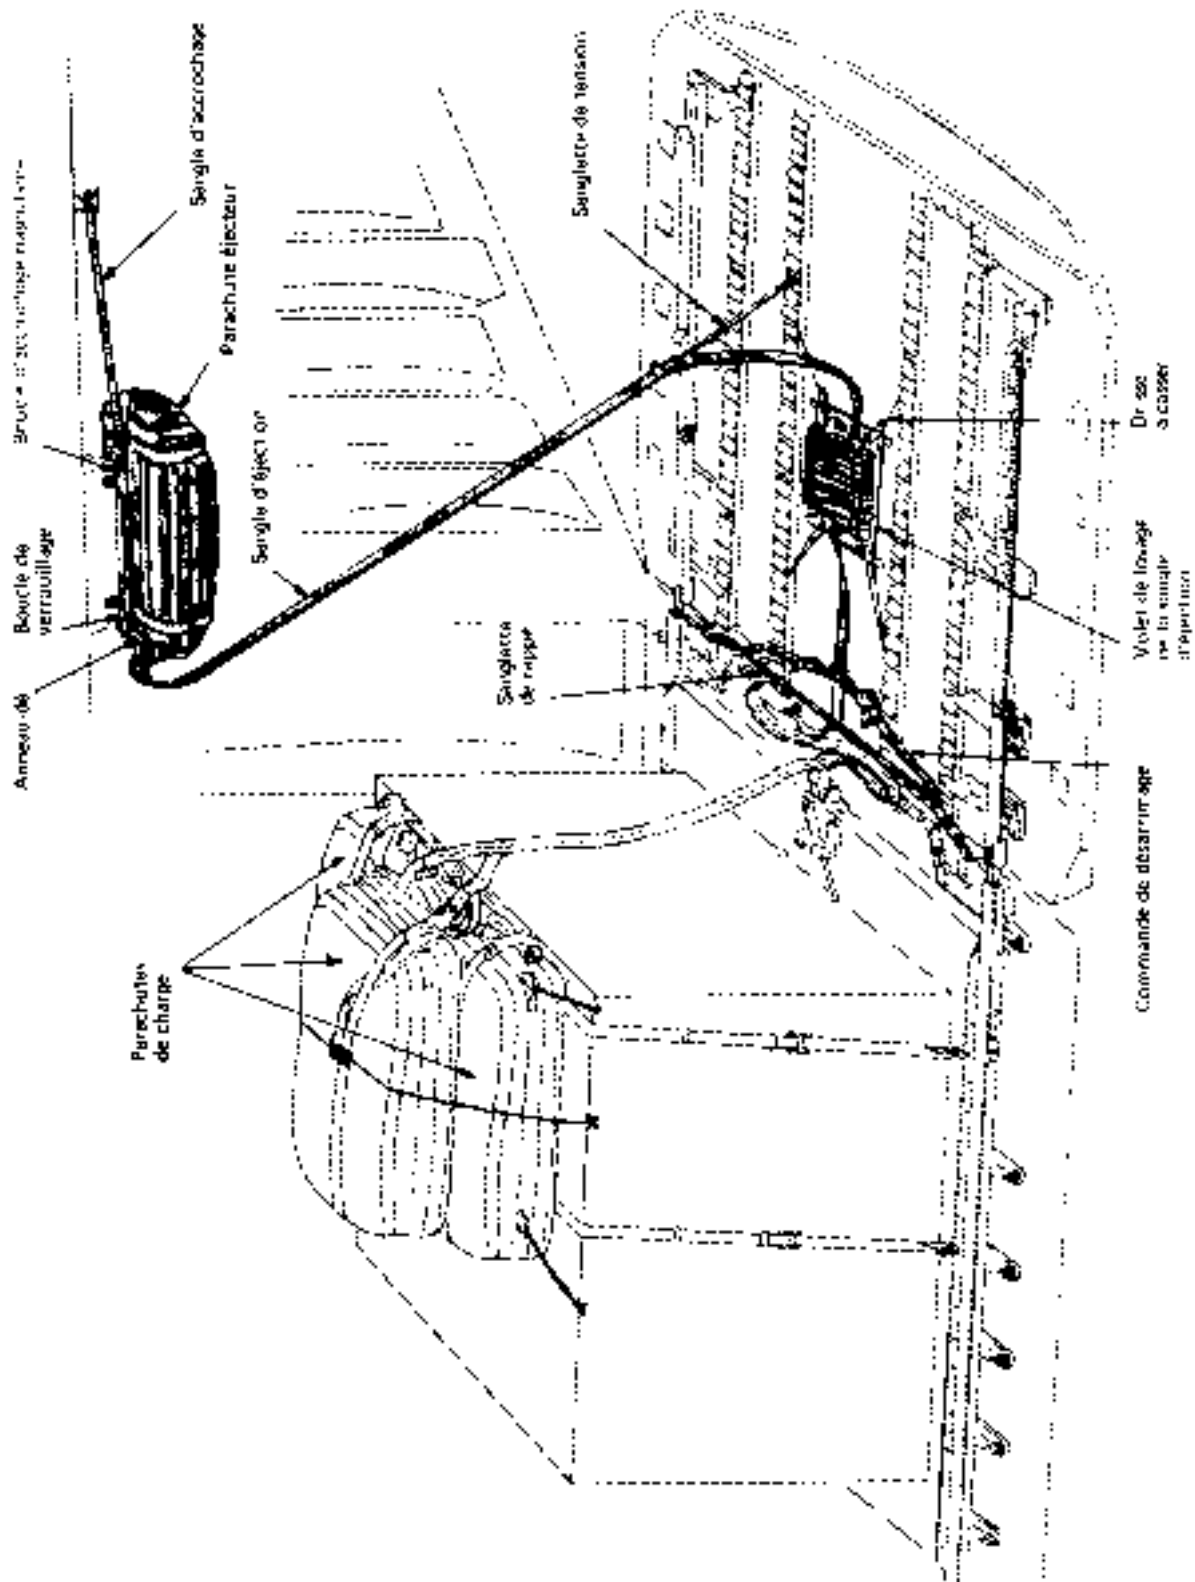

Fig. 2.7 - Fonctionnement - Position de départ
1. Le sac contenant la voilure (fig. 2.7) est accroché à un déclencheur de l'avion par ses deux boucles d'accrochage basculantes et à un crochet fixe de l'avion, en arrière du déclencheur, par sa sangle d'accrochage.